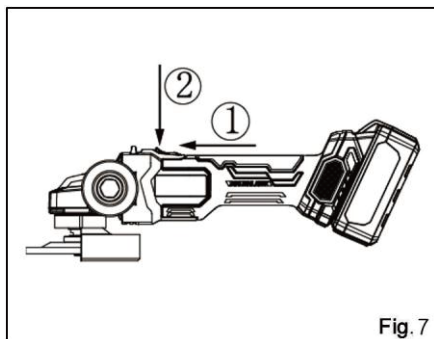

Fig. 7
Pour allumer, poussez le bouton de commutateur vers l'avant dans le sens de la flèche ①. Appuyez ensuite sur l'avant du bouton de commutateur dans le sens de la flèche ② pour le verrouiller (Fig. 7). Pour éteindre, appuyez sur l'arrière du bouton de commutateur pour déverrouiller le commutateur et le bouton reviendra normalement à la position ARRÊT.